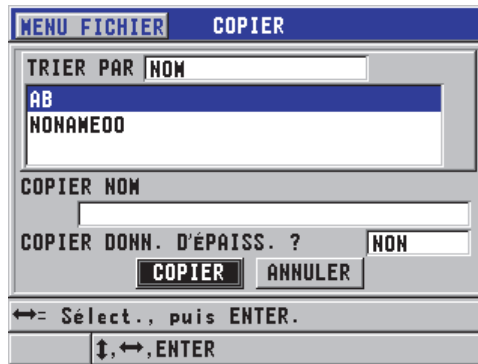

Figure 6-28 Copie d'un fichier
2. Dans l'écran **COPIER**, faites ce qui suit (voir la Figure 6-28 à la page 126) :